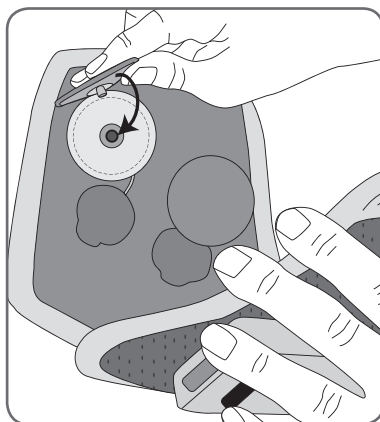

Figura 27: Cómo meter los electrodos de tela a sus bases.
6. Sujete los electrodos de tela a las bases de los electrodos de tela. Vea la Figura 27.